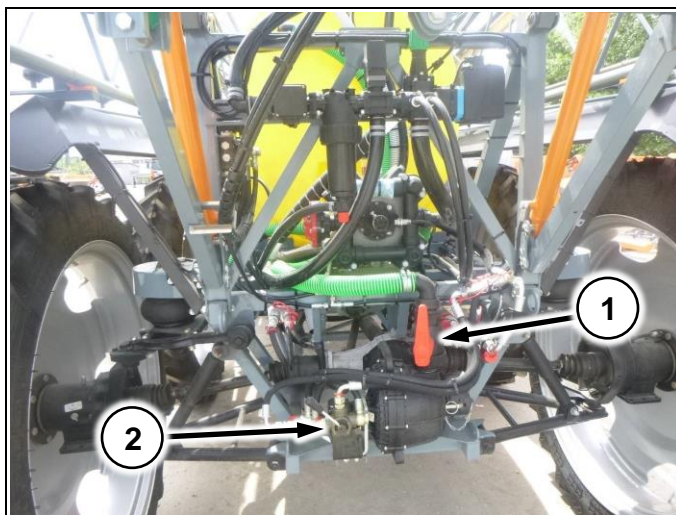

Рис. 129
1. Подсоедините шланг от заправщика к заправочному крану 2” и откройте кран (Рис. 129/1)
2. Переключите гидрораспределитель (Рис. 129/2)
6. Выключите помпу, закройте кран, отсоедините заправочный шланг, переключите гидрораспределитель (Рис. 129/2)